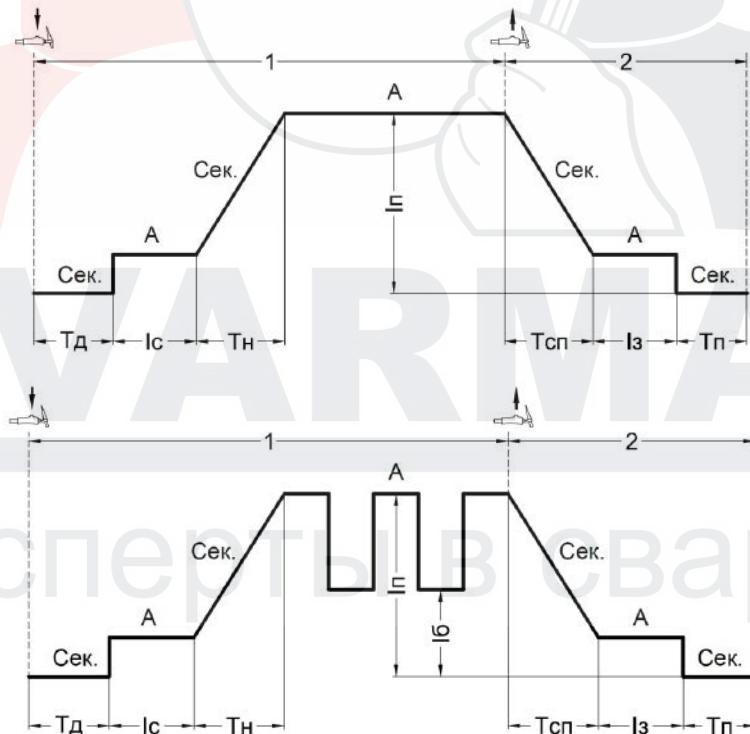

Рис. 7.5.1. Режим работы аппарата 2Т и 2Т в импульсном режиме.
**Двухтактный режим (2Т)** рекомендуется использовать при длине сварочных швов до 200 мм (См. рис. 7.5.1).